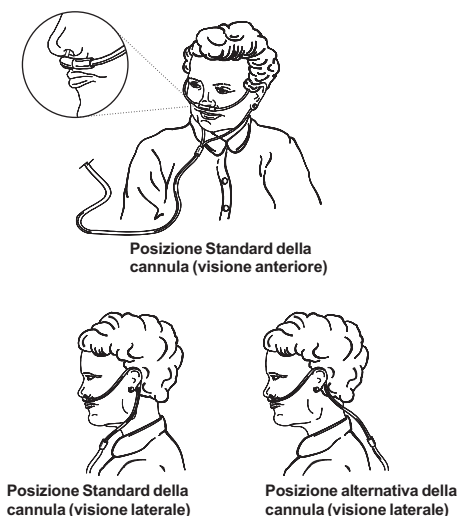

Figura 6 - Posizionamento della cannula nasale
2. Fissare correttamente il raccordo terminale del tubo che va dalla cannula nasale al connettore di uscita dell'ossigeno o al collegamento con l'umidificatore. Regolare la cannula sul viso (Figura 6).